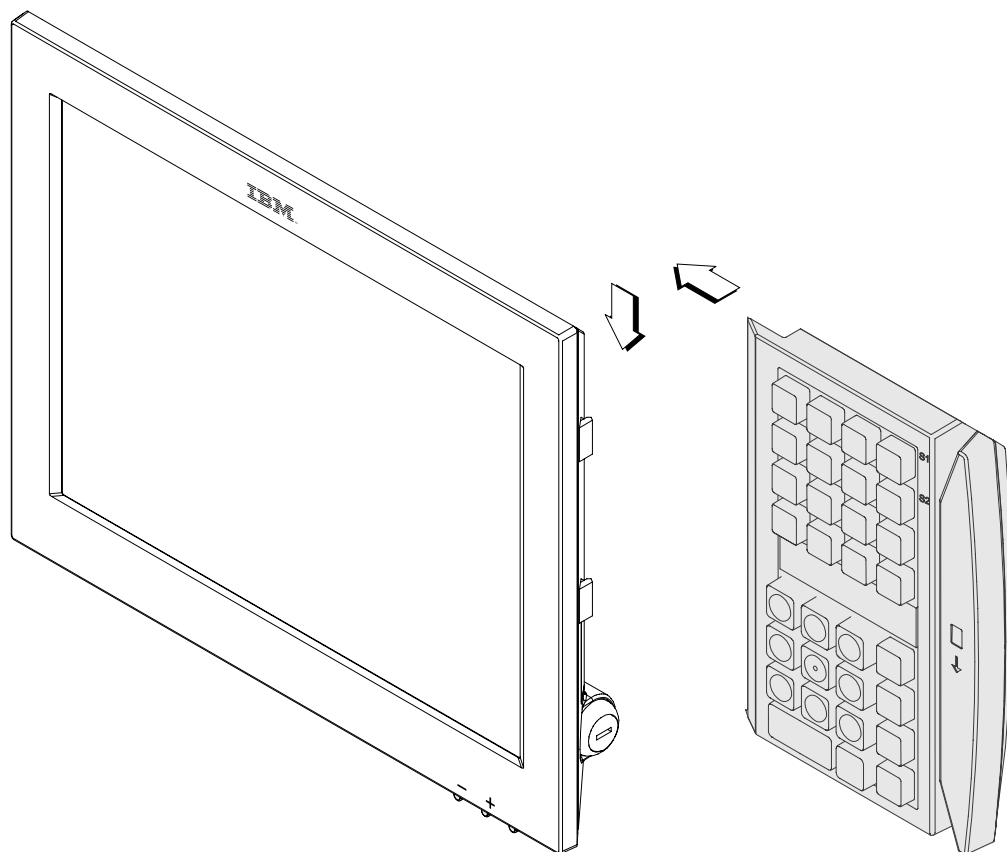

図9. キーパッド付きの 4820 SurePoint ソリューション
2. 図9 を参照してください。4820 の端にキーパッドを合わせると、4820 の上部の端がキーパッドの上部と位置が合います。所定の位置に固定するまで下の方にキーパッドをスライドします。